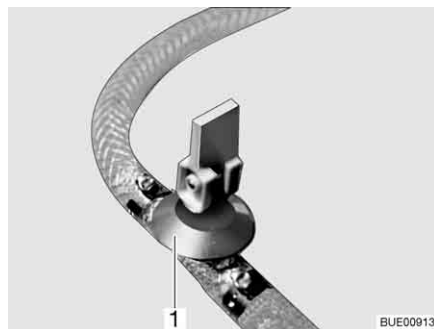

Fig. 205 Rubinetto di scarico
- Chiudere il rubinetto/i rubinetti di scarico. A questo scopo posizionare orizzontalmente la leva a bilanciere (Fig. 205,1).
- Aprire il rubinetto/i rubinetti di scarico (Fig. 205). A questo scopo posizionare verticalmente la leva a bilanciere (Fig. 205,1). Il boiler viene svuotato verso l'esterno.